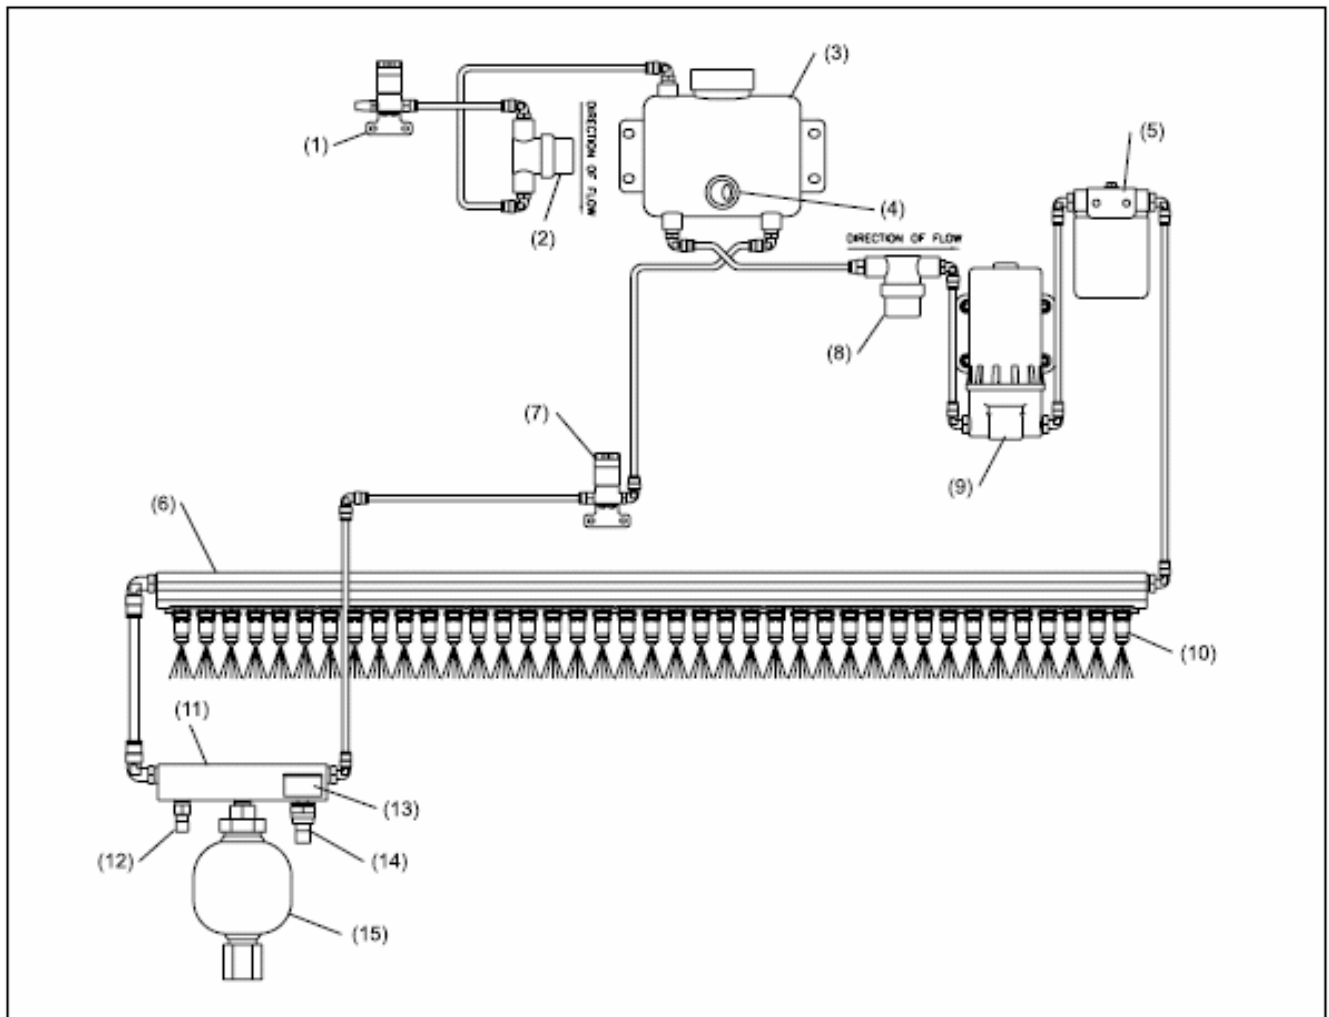

Figure 6-4. Système de huilage
1. La machine applique de l'huile directement sur la piste suivant le profil défini par l'utilisateur. Référez-vous à la Figure 6-4.